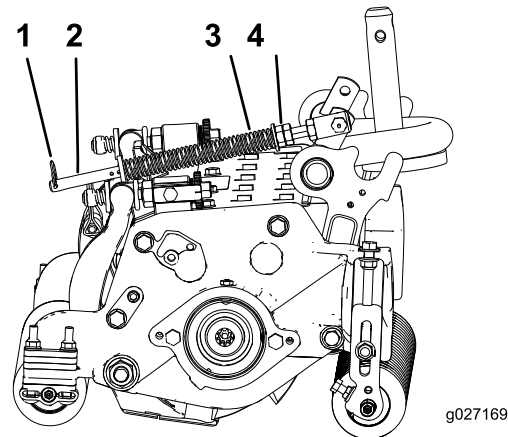

Figura 16
1. Certifique-se de que o contrapino do gancho está instalado no orifício traseiro na haste da mola (Figura 16).
comprimento da mola em compressão seja de 15,9 cm (Figura 16).